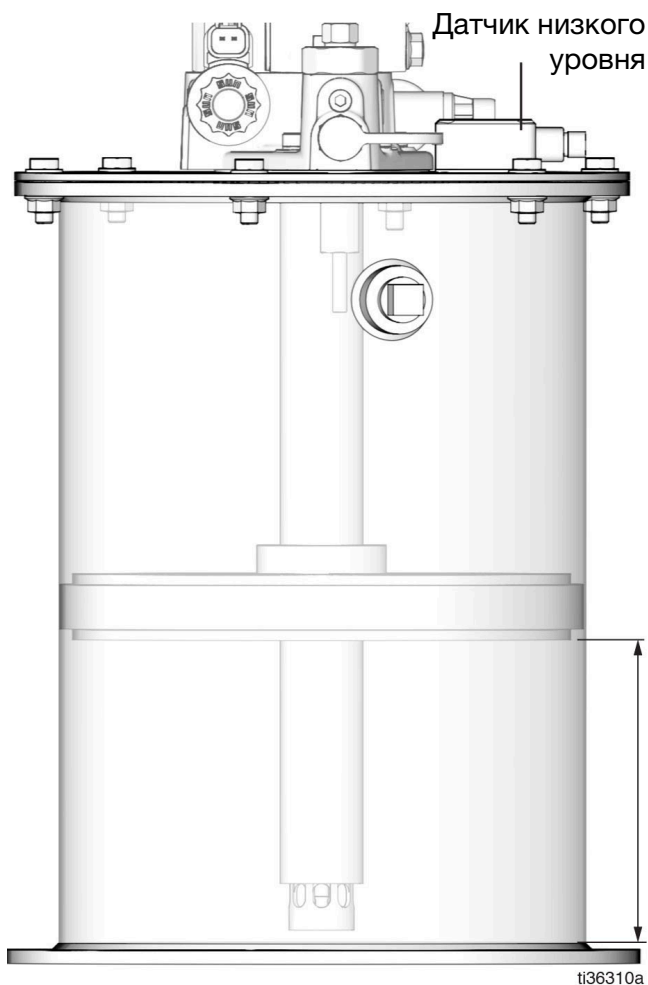

Рис. 20
Реле низкого уровня (S) (Рис. 20) срабатывает при сбое, при котором прижимная пластина (Y) достигает расстояния от дна бака, заданного заводскими настройками. Сбой происходит, если уровень оставшейся консистентной смазки составляет приблизительно 10 процентов.